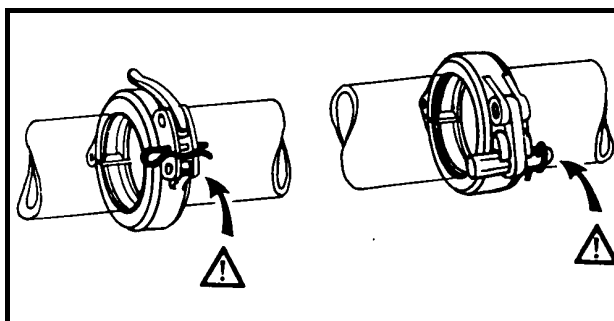

Fig. 2
- **Asegurar los acoplamientos** (Fig. 2) después de cualquier operación de montaje.